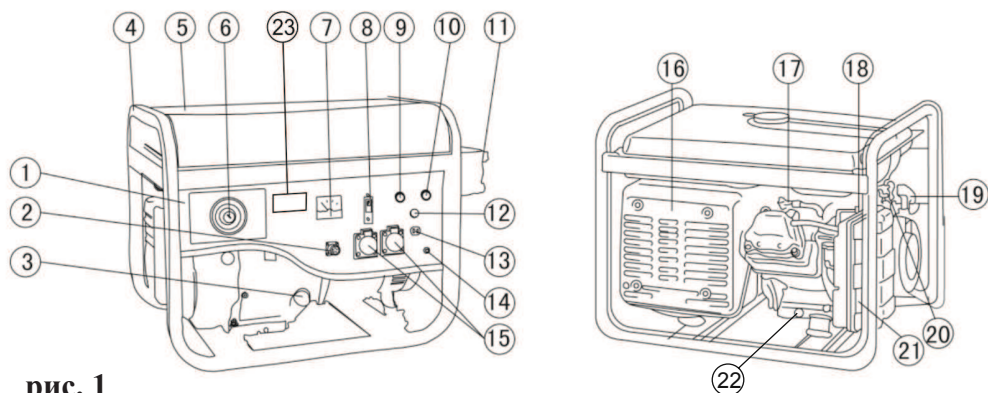

рис. 1
Общий вид генератора схематично представлен на рис. 1
Рис. 1 (Генератор): 1. Панель управления генератором. 2. Разъём для подключения автоматического блока управления. 3. Щуп - пробка заливного отверстия (масло) 4. Рама. 5. Бензобак 6. Замок зажигания 7. Вольтметр. 8. Автоматический выключатель АС 9. Лампа индикации постоянного тока. 10. Лампа индикации переменного тока 11. Аккумуляторная батарея 12. Автоматический выключатель DC 13. Выходная розетка постоянного тока 14. Выходная розетка переменного тока 15. Выходная розетка переменного тока 16. Крышка двигателя 17. Двигатель 18. Крышка двигателя 19. Крышка двигателя 20. Крышка двигателя 21. Крышка двигателя 22. Крышка двигателя 23. Крышка двигателя
6.2.1 Вывинтить шуп 3 (рис. 1) и залить в картер масло соответствующего типа до нижнего края горловины. Вставить сухой чистый шуп в горловину картера и вынуть его. Проверить уровень масла: граница смоченной области шупа должна располагаться между отметками минимального и максимального уровней.
6.3 Заземление корпуса генератора. При установке генератора следует подключить к резьбовой клемме **14** (рис. 1) проводник заземляющего устройства, удовлетворяющего требованиям раздела “Обеспечение требований безопасности”.
6.5.1 Отключить всех потребителей переменного тока генератора, переведя автоматический выключатель **8** (рис. 1) в отключённое положение, отсоединить потребителей постоянного тока от розетки **13** (рис. 1).
6.5.2 Открыть топливный кран **20** (рис. 1).
6.5.3 Перевести рычаг управления воздушной заслонкой **18** (рис. 1) в крайнее левой положение при пуске холодного двигателя и в промежуточное при пуске прогретого двигателя.
6.5.4 Установить ключ замка зажигания **6** (рис. 1) в положение “выкл”.
6.5.5 Плавно вытянуть до упора трос ручного стартера за ручку **19** (рис. 1) и вернуть в исходное положение.
6.5.6 Установить ключ замка зажигания **6** (рис. 1) в положение “вкл”.
6.5.8 После прогрева двигателя в течение 10-40 секунд, в зависимости от начальной температуры, переведите рычаг воздушной заслонки **18** (рис. 1) в крайне правое положение, если при этом двигатель работает неустойчиво вернуть рычаг заслонки в прежнее положение и обеспечить завершение прогрева двигателя.